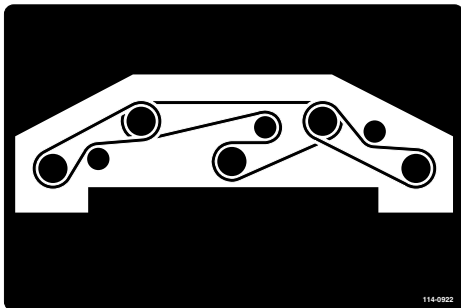

Bild 83
8. Verlegen Sie den neuen Riemen um die Spindelscheiben und die Spannscheiben (Bild 83).